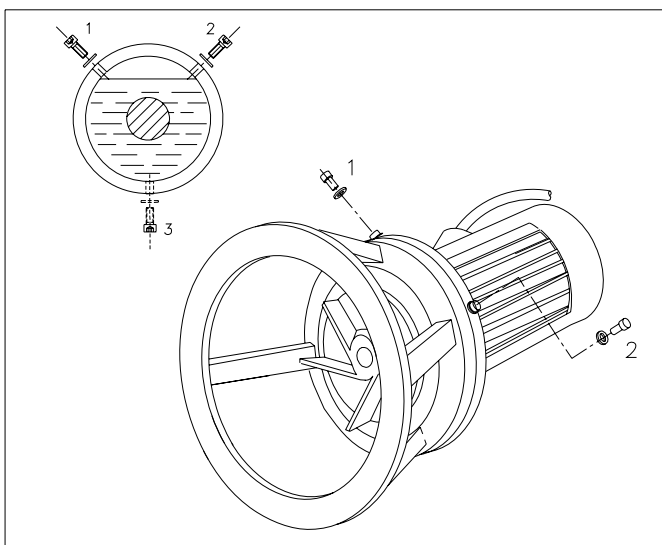

Fig. 6.3
Coloque a misturadora na posição horizontal e retire a bucha de enchimento (1) e a bucha de purga de ar (2). Veja a Fig. 6.3.